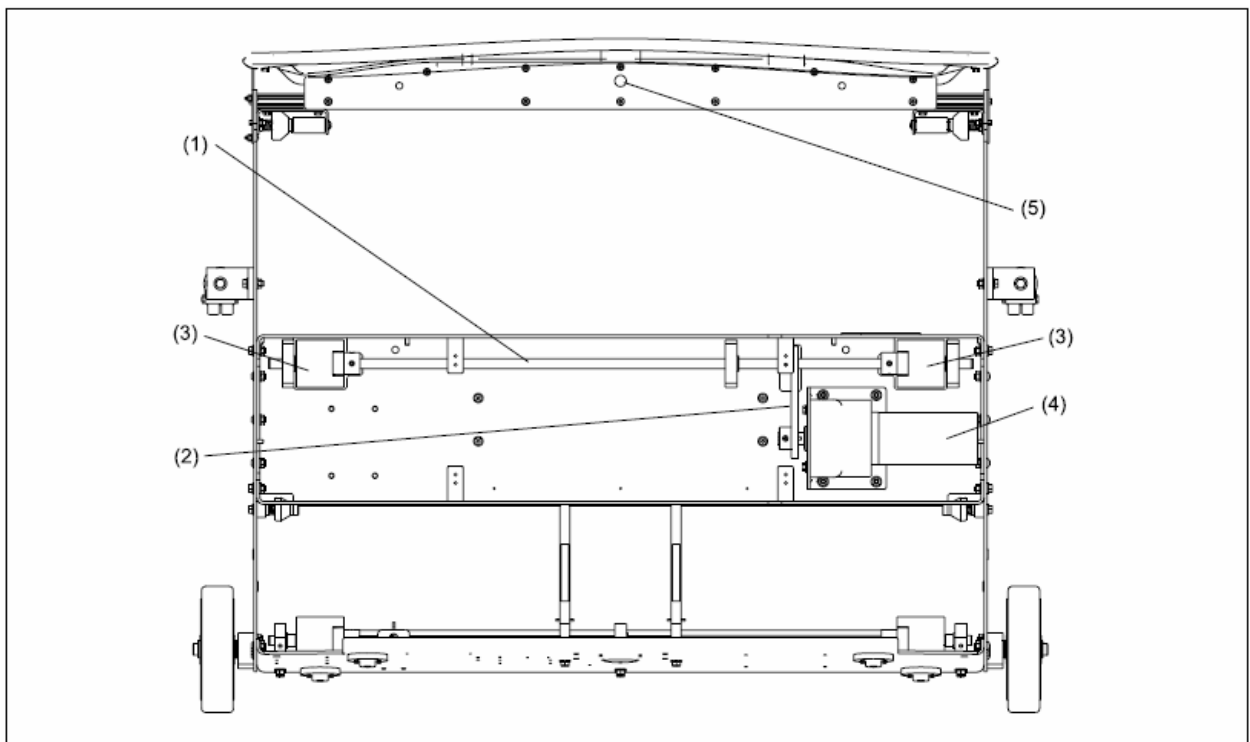

Figure 2-8. Le système d'entraînement
1. Le moteur d'entraînement fait tourner une chaîne qui fait tourner l'arbre des roues d'entraînement. Les roues sont en contact avec la surface de la piste et quand l'essieu des roues se met à tourner, la machine commence à se déplacer sur la piste vers le Pin deck. Référez-vous à la Figure 2-8